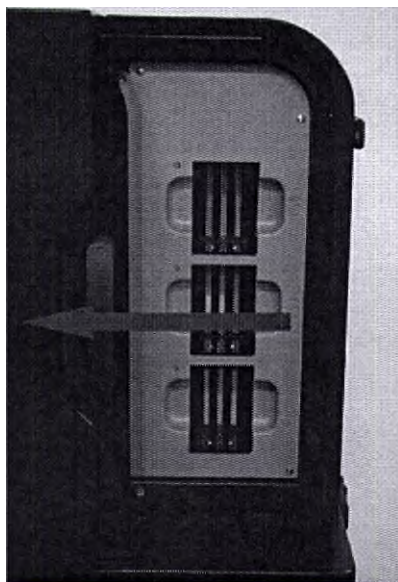

Рисунок 3.7 – Открытие дверцы доступа к приемнику предметных стекол.
- 1) Откройте дверцу доступа к приемнику предметных стекол, сдвинув ее влево с помощью ручки (см. рисунок 3.7).